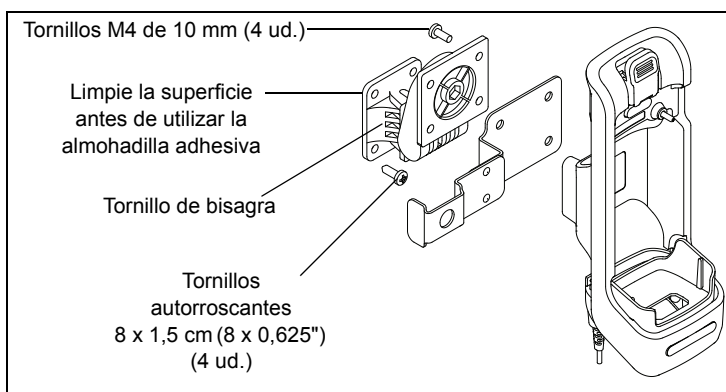

Figura 1: Soporte para vehículos, soporte RSM, y el soporte de montaje
Cuando vaya a instalar el soporte para vehículos, utilice el siguiente procedimiento o modifíquelo para adaptarlo al vehículo concreto. Consulte la Figura 1 anterior:
5. Fije el soporte a la otra mitad del soporte de montaje mediante los cuatro tornillos M4 de 10 mm (0,394 pulg.). Puede colocar el soporte RSM entre los dos soportes o instalarlo por separado como se muestra en la Figura 1.